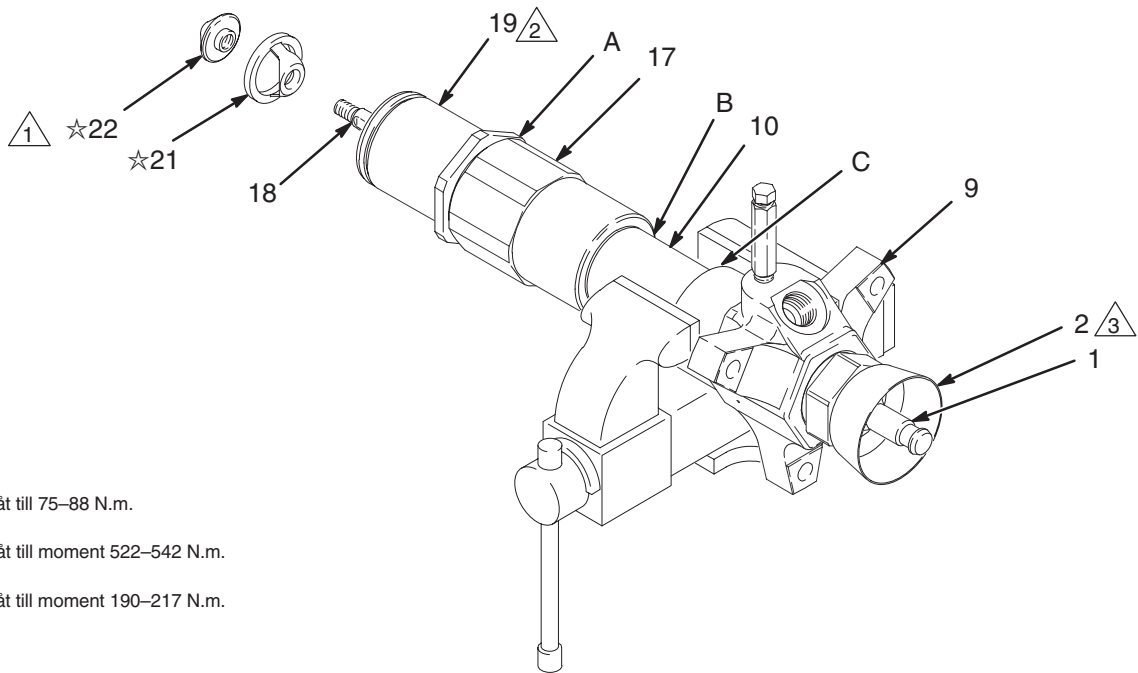

Fig. 4
1. Stanna pumpen på nedåtslaget med de plana ytorna på matningskolven (18) frilagda under intagscyindern (19). Kolvpumpen behöver inte kopplas loss från motorn men den kan behöva lossas från den uppvärmda plattan.
3. Håll fast matningskolvstången (18) med en skiftnyckel på de plana ytorna och skruva loss matningskolvsätet (22) från stången med en andra skiftnyckel. Dra av matningskolven (21) från stången. Inspektera kolven (21) in- och utvändigt och se efter om ytorna är repade, slitna eller har andra skador.
4. Trä matningskolven (21☆) på stången (18) mot stoppet. Håll stången (18) stadigt med en nyckel på de plana ytorna och skruva på sätet (22☆) på stången med en annan nyckel. Dra åt till moment 75–88 N.m. Se Fig. 4.
3. Sätt upp pumpen i ett skruvstycke med huset (9) riktat enligt Fig. 4 på sidan 11.
4. Ta bort matningskolven (21) enligt anvisningarna på sidan 11.
5. Skruva bort intagscyllindern (19) från intagsventilhuset (17) med en rörtång som sätts på den sexkantiga delen. Pumpen kan delas vid A, B eller C.
4. Skruva in intagscylindern (19) i intagshuset (17). Använd en rörtång på den sexkantiga delen på cylindern (19) och dra åt cylindern till moment 522–542 N.m. Detta drar också åt intagsventilhuset (17) och pumpcylindern (10) i utloppshuset (9). Se Fig. 4 på sidan 11.